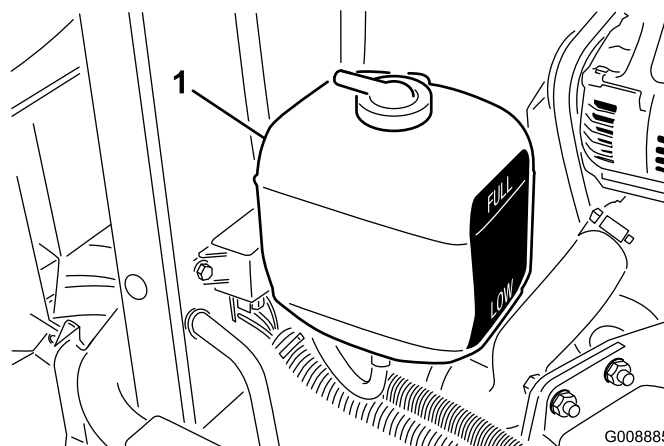

Figura 39
1. Verifique o nível de líquido de refrigeração do depósito secundário (Figura 39).